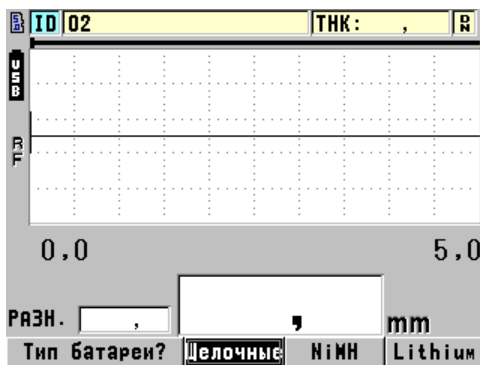

Рис. 2-4 Выбор типа батарей
12. Чтобы ответить на вопросы, отображаемые в нижней части экрана (см. Рис. 2-4 на стр. 33):